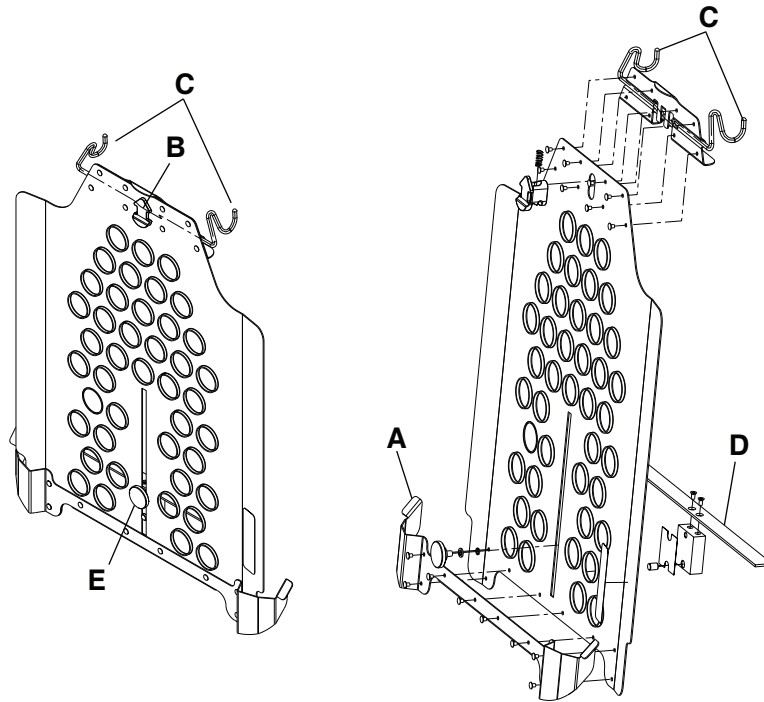

Abbildung 28 – Röntgenkassettenhalter
3. Die unteren Halteführungen (A) unter der Schweißteilstange der Rückenlehne (Fowler) einführen (Abbildung 28).